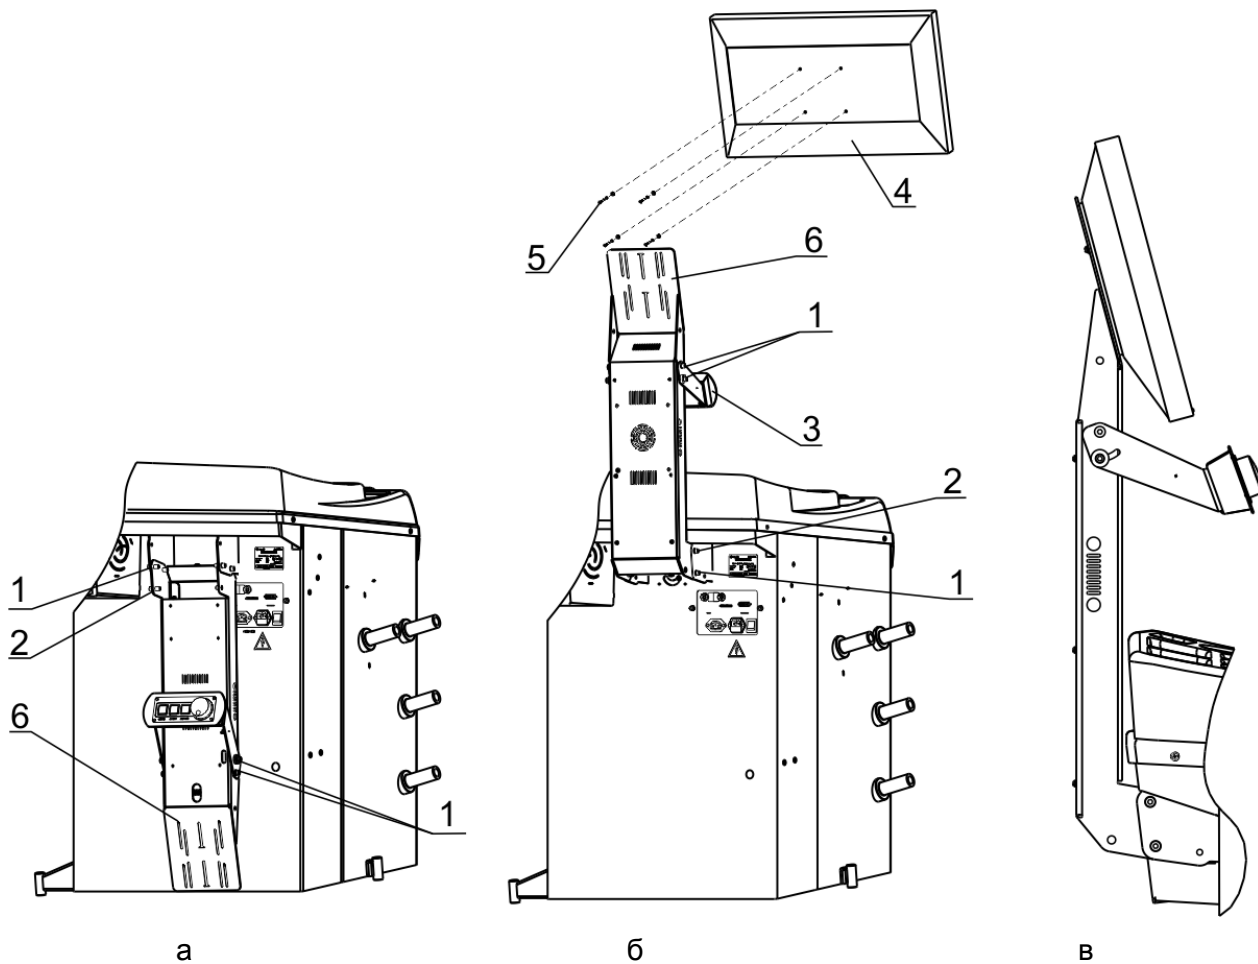

Рисунок 4.5
- ослабить винты поз.1 (Рисунок 4.5а);
- выкрутить винты поз.2 (Рисунок 4.5а);
- перевести стойку монитора поз.6 в рабочее положение (Рисунок 4.5б);
- вкрутить винты поз.2 в верхние отверстия (Рисунок 4.5б);